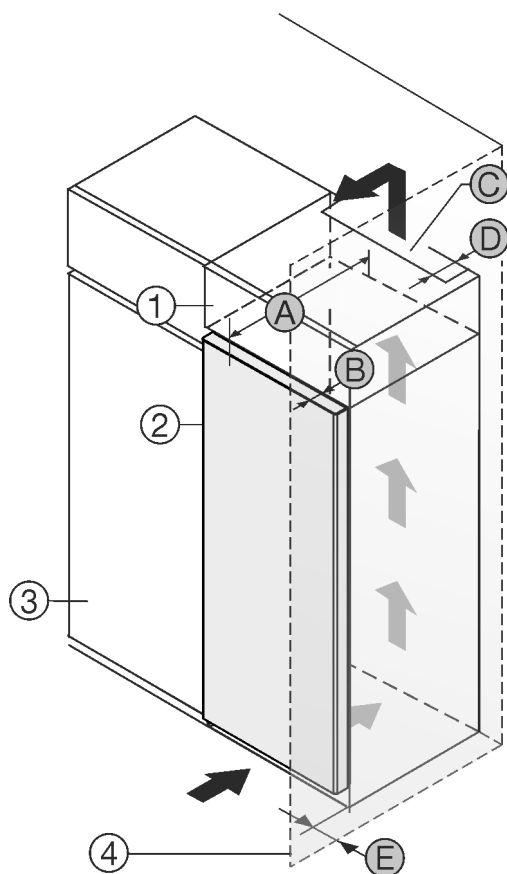

Fig. 1
- (1) Opbouwkast *
- (2) Apparaat *
- (3) Keukenkast *
- (4) Wand *
- (A) Diepte apparaat *
- (B) Diepte deur *
- (C) Ventilatie doorsnede *
- (D) Afstand achterzijde apparaat *
- (E) Afstand tot apparaatzijde *
U kunt het apparaat direct naast de keukenkast Fig. 1 (3) opstellen.*
Aan de achterzijde van de opzetkast moet een luchtafvoerkanaal met de diepte Fig. 1 (D) over de volledige breedte van de opzetkast aanwezig zijn.*
Onder het plafond moet de ventilatie doorsnede Fig. 1 (C) worden aangehouden.*
Als u het apparaat met de scharnieren naast een wand *Fig. 1 (4)* plaatst, moet de afstand tussen het apparaat en de wand minimaal 13 mm bedragen.*
Als u het apparaat met de scharnieren naast een wand *Fig. 1 (4)* plaatst, moet de afstand tussen het apparaat en de wand minimaal 20 mm bedragen.*
Om de deuren volledig te kunnen openen, moet het apparaat overeenkomstig de deurdiepte *Fig. 1 (B)* ten opzichte van het keukenkastfront uitsteken. Afhankelijk van de diepte van de keukenkasten *Fig. 1 (3)* en het gebruik van de wandafstandshouders kan het apparaat verder uitsteken.*